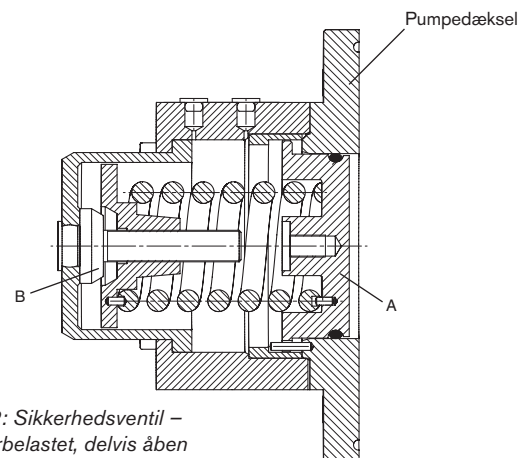

Fig. 2: Sikkerhedsventil – fjederbelastet, delvis åben
Fig. 2 viser ventilen delvis åben. Mellemptrykket inden i rotorkassen har forceret ventilhovedet (A) til venstre, mod fjederens kraft.